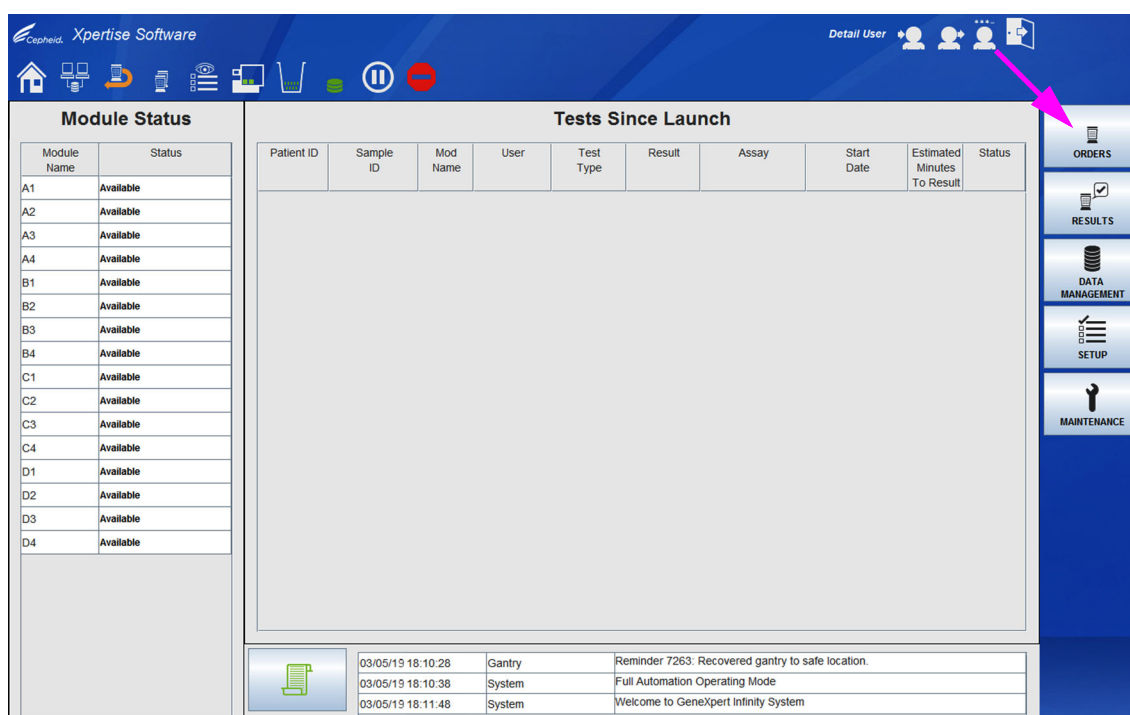
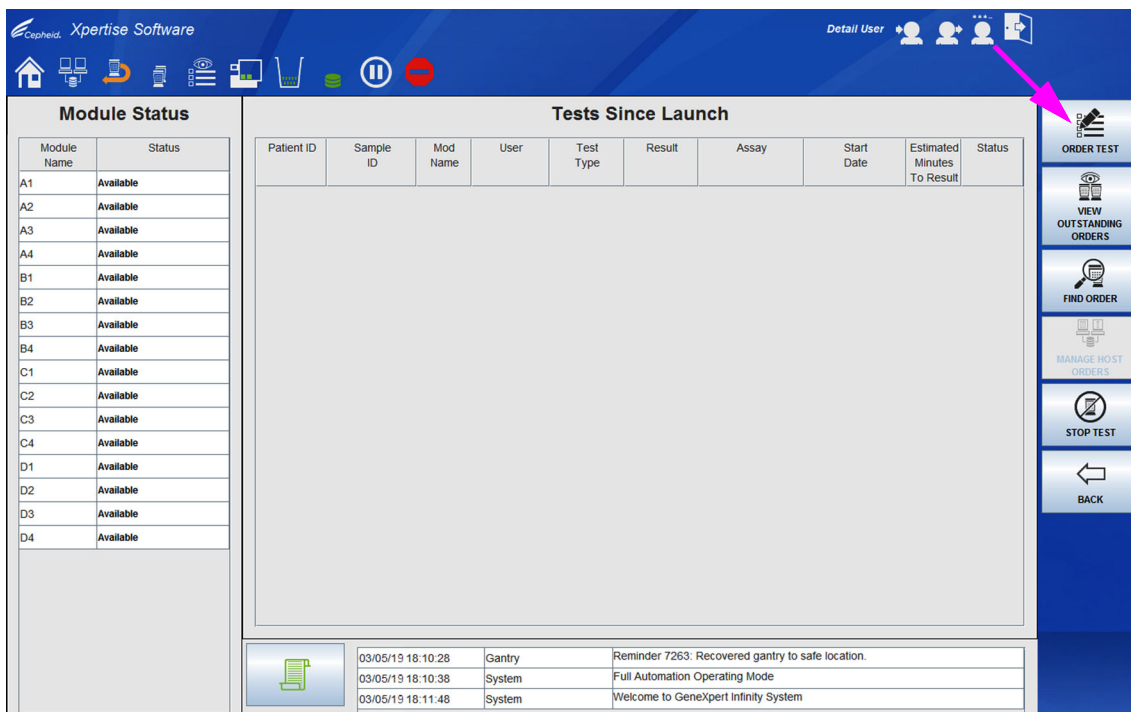

図 5-51. Xpertise Software ホームワークスペース
図 5-52. オーダーメニュー
1. Xpertise Software ホームワークスペースで、**オーダー（ORDERS）** ボタンを選択します。図 5-51 を参照。オーダーメニュー（Orders Menu）ワークスペースが表示されます。図 5-52 を参照。
2. **テストのオーダー（ORDER TEST）** ボタンを選択します。図 5-52 を参照。オーダープロセスを、テスト情報をスキャンまたはタイプ入力するように指示する一連のワークスペースを使用して実証します。